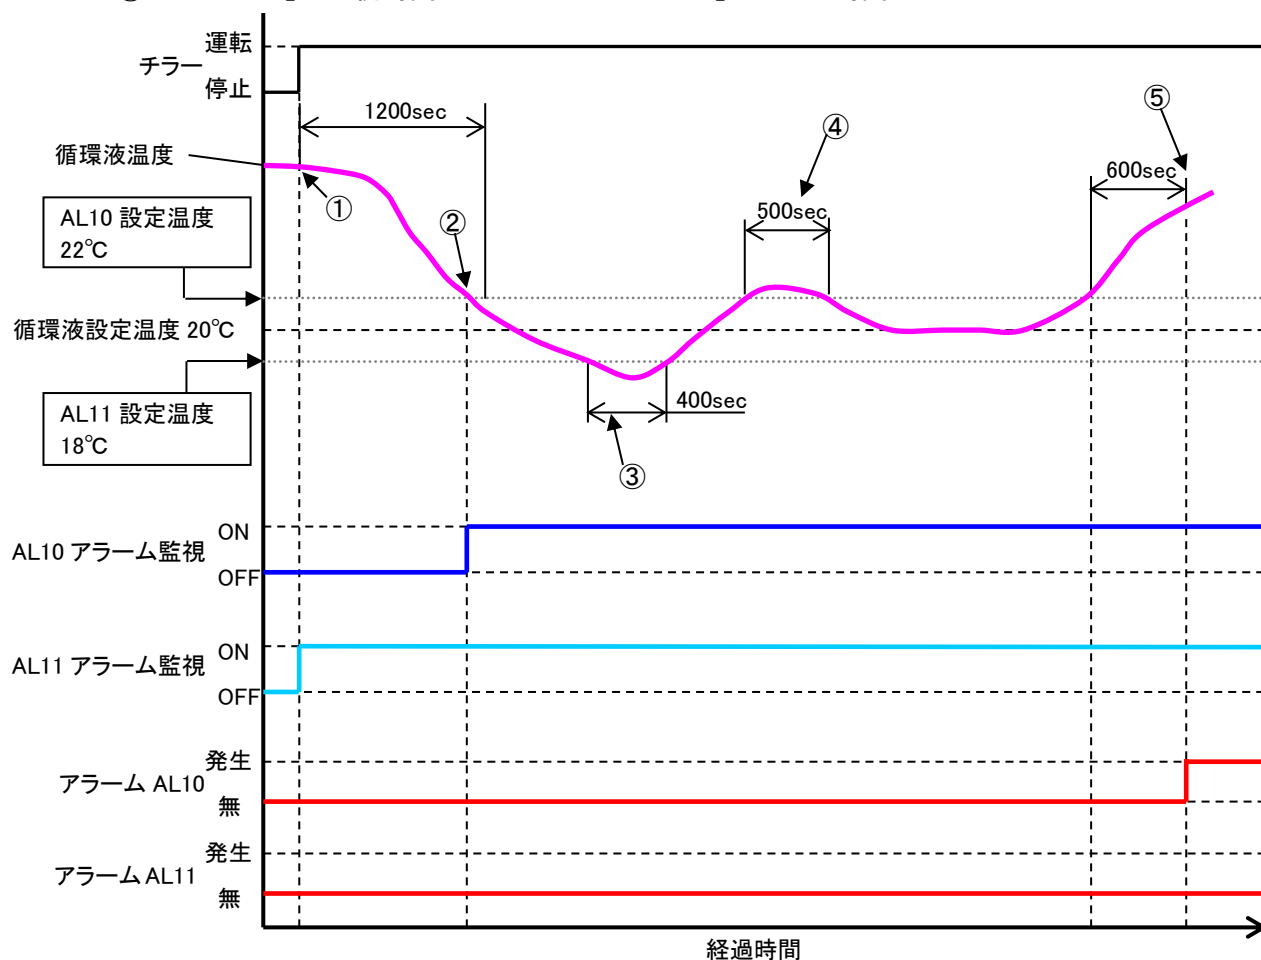

図 5-5 アラーム監視タイミング
③「Monitor Timing」アラーム監視条件として「**RUN**」を選択した場合、さらに「**OFF**」と「**AUTO**」の選択が可能です。ここで「**AUTO**」とは、④「Start Time」(無監視時間)の設定時間内に、循環液温度がアラーム設定温度範囲内となった場合、その時点からアラーム監視を開始する機能です。具体的なアラームの監視タイミングを「図5-5 アラーム監視タイミング」に示します。